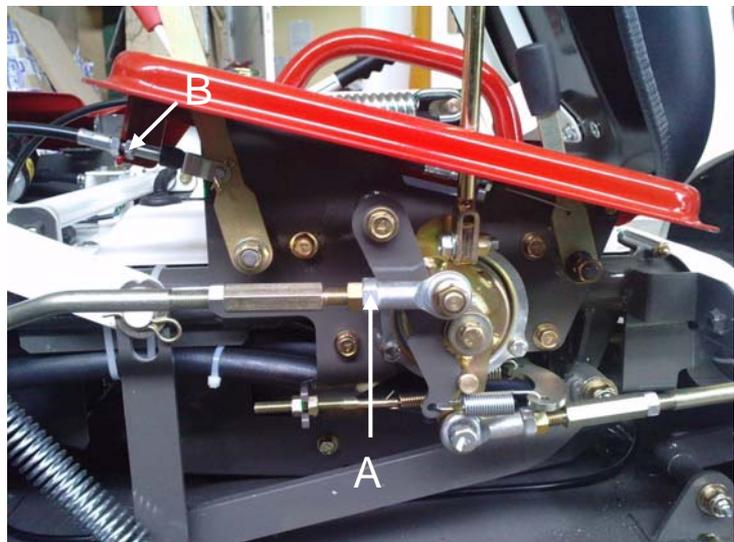

Figure 26
Ajustez la biellette de commande (Figure 26, repère A) afin que la machine reste immobile lorsque le levier d'avancement est au neutre.
- Ajustez le câble de commande (Figure 26, repère B) afin que le levier garde un jeu de 1 à 3 mm avant d'actionner le blocage.